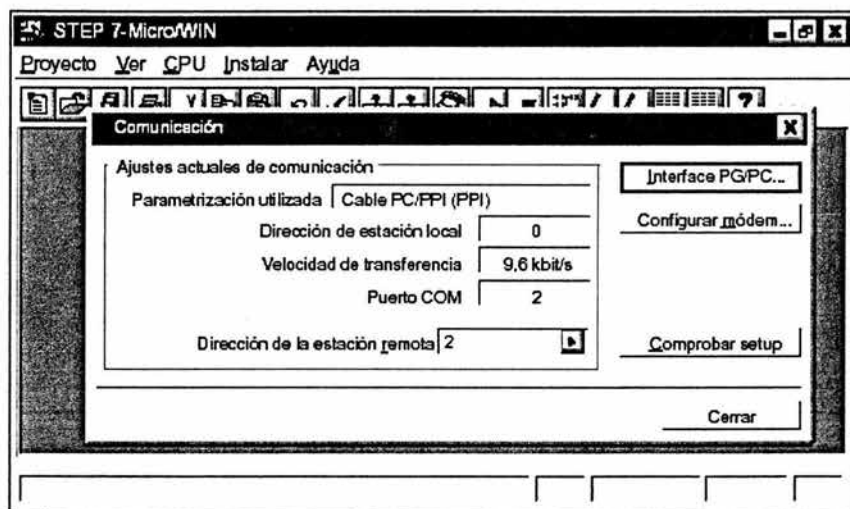

Figura 8-6 Configurar los parámetros de comunicación entre la PG o el PC y la CPU
STEP 7-Micro/WIN incorpora el cuadro de diálogo “Comunicación” donde se pueden configurar los ajustes de comunicación como se puede observar en la figura 8-6.